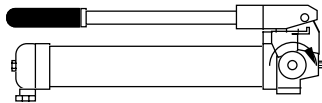

Figura 1
1. Cerrar la válvula de alivio girándola en sentido de las manecillas del reloj, como se muestra en la figura 1.